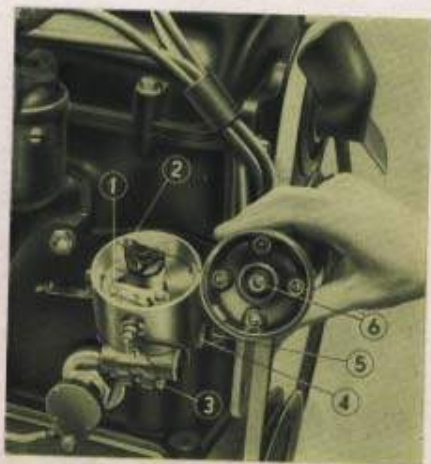

Fig. 19. Messa in fase dello spinterogeno.
tore dello spinterogeno (1) deve iniziare il distacco ed il pettine (2) deve trovarsi in corrispondenza dell'uscita del cavo di accensione che va alla candela contraddistinta dal numero 1 (vedi fig. 19).
Da questa, mediante un contatto a carbone (6) (vedi fig. 19) giunge alla spazzola rotante dello spinterogeno (2), dal quale è distribuita ai quattro cavi che fanno capo ad ognuna delle candele del motore.